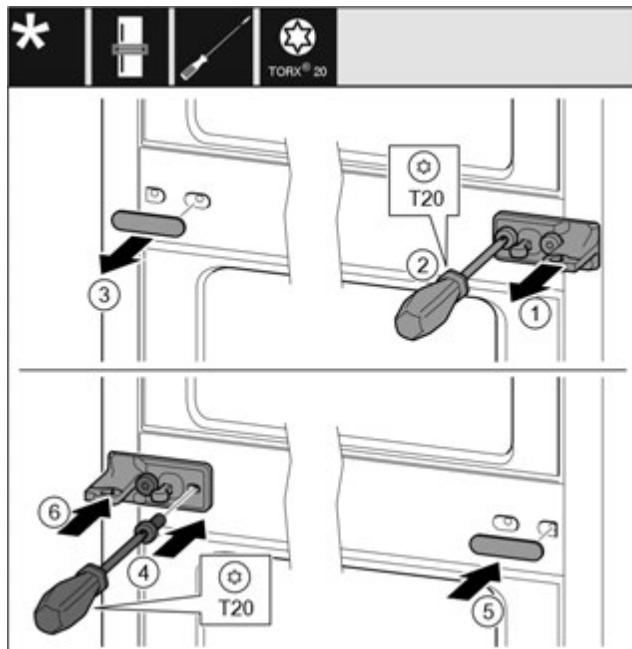

Fig. 33
- Зніміть перстину. Fig. 33 (1)
- Викрутіть гвинти за допомогою викрутки T20. Fig. 33 (2)
- Обережно зніміть кришку. Fig. 33 (3)
- Опорний кронштейн із плівкою, повернутий на 180°, закріпіть гвинтами з іншого боку. Fig. 33 (4)
- Кришку, яка повернута на 180°, розмістіть з іншого боку. Fig. 33 (5)
- Встановіть перстину спереду. Fig. 33 (6)